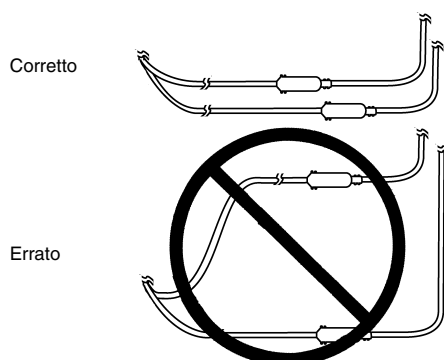

Figura 2. Instradamento di due elettrocateri ed estensioni.
- Quando vengono impiantati due elettrocateri, instradare le estensioni degli elettrocateri in modo che lo spazio tra gli stessi sia ridotto al minimo (Figura 2). Se l'elettrocatero e l'estensione vengono instradati in un anello ed il paziente viene esposto a fonti di interferenza elettromagnetica (ad esempio, dispositivi antifurto), il paziente può percepire un momentaneo aumento della stimolazione che alcuni pazienti hanno descritto come una stimolazione spiacevole (sensazione di sobbalzo o di shock).